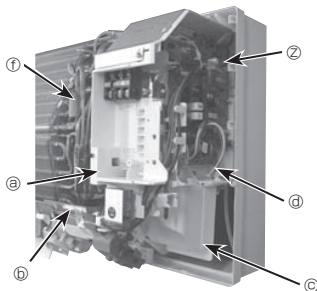

Fig. 6-5
- 8 Retire la guía del cable. (Fig. 6-5)
- 10 Quite el termistor de la tubería de líquido (TH2). (Fig. 6-5)
- 11 Desprenda parcialmente la cinta del motor de paletas y afloje el cable. (Fig. 6-5)
- 12 Afloje el cable del motor del ventilador. (Fig. 6-5)